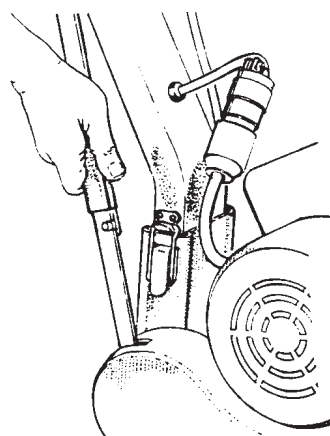

Figura 6
- 2 Instale la manija y fije los seguros. (Figura 6)
Para nivelar la máquina: tome el tornillo de ajuste de la roldana pivotante "A" con una herramienta adecuada (pinzas, etc.). Usando una herramienta similar, afloje la tuerca de seguridad "B" mediante un movimiento en dirección contraria a las agujas del reloj. (Figura 6).